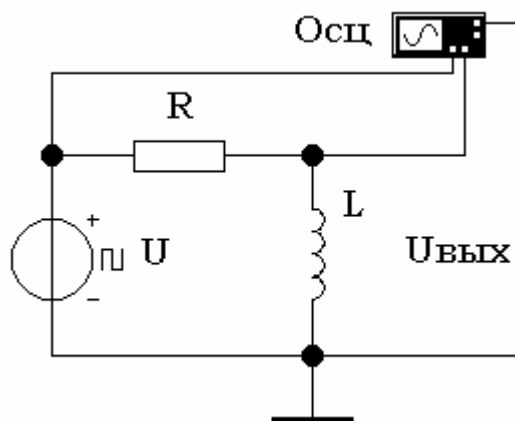

Рис. 2 - Дифференцирующая  $RL$ -цепь
5. Соберите схему дифференцирующей  $RL$ -цепи (рис. 2). Вычислите постоянную времени цепи  $\tau = L/R$ . Повторите измерения для значений частот  $f_1 = 1/(\delta\tau)$  и  $f_2 = 2/\tau$ . Для фронтов и срезов импульсов следует измерять два значения напряжения – до коммутации ( $t_K - 0$ ) и после ( $t_K + 0$ ). Результаты измерений занесите в таблицы, аналогичные табл. 1 и 2. Не забудьте указать в заголовке правильное название цепи.